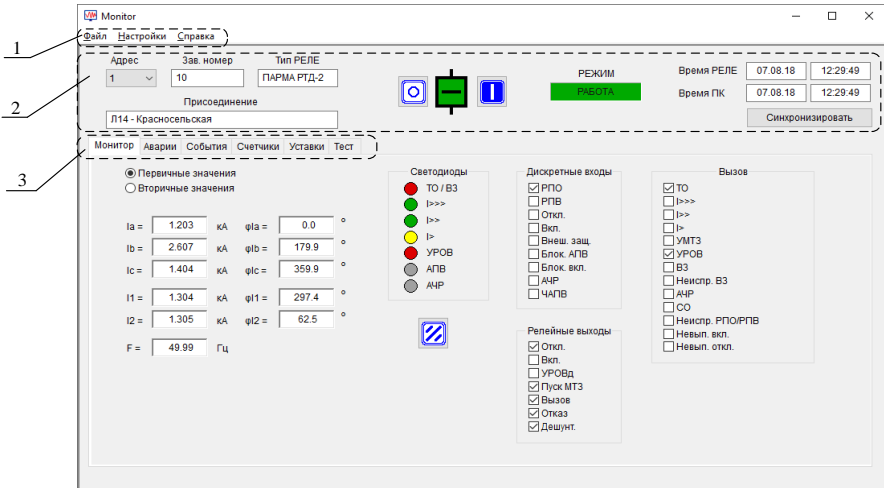

Рисунок 5 – Окно программы "Monitor"
5.5.1 После запуска на экране появится окно программы (рисунок 5).